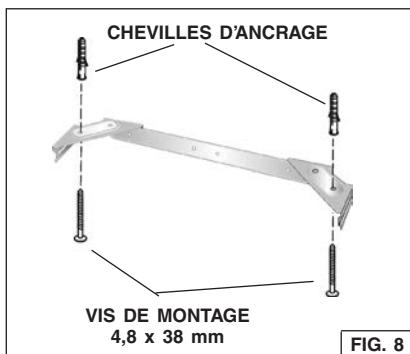

FIG. 8
3. Fixez la bride au plafond à l'aide de (2) vis de montage de 4,8 x 38 mm et des chevilles d'ancrage pour cloisons sèches. Fig. 8. Assurez-vous que la bride est bien appuyée dans l'angle du mur et contre le mur, et bien centrée au-dessus de la hotte.